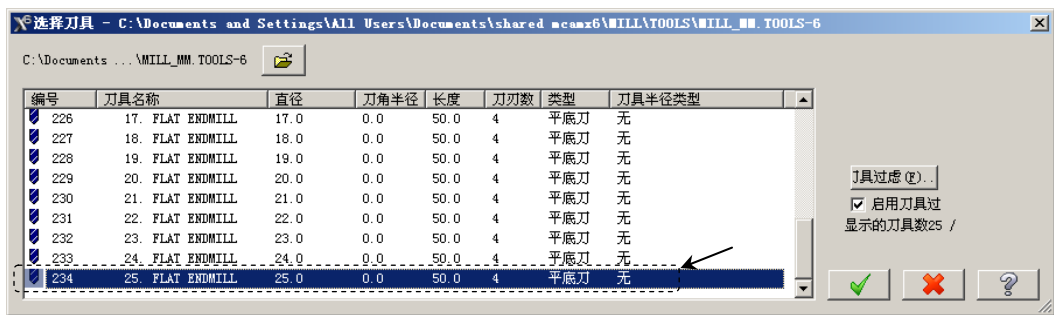

图 23.7 “选择刀具”对话框
Step5. 选择刀具。在“2D 刀具路径 - 平面铣削”对话框中, 单击 **从刀具库中选择...** 按钮, 系统弹出图 23.7 所示的“选择刀具”对话框, 在该对话框的列表框中选择图 23.7 所示的刀具。单击 按钮, 关闭“选择刀具”对话框, 系统返回至“2D 刀具路径 - 平面铣削”对话框。